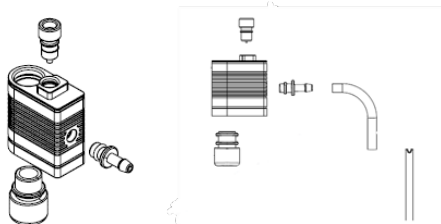

Abb. 3
Montieren Sie die Teile des Milchsystems (6) (Abb. 3).